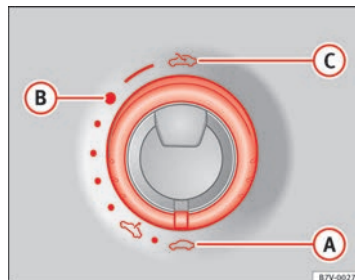

Fig. 62 En el revestimiento interior del techo: gire el conmutador para abrir y cerrar.
⇒ fig. 62
- El conmutador ⇒ fig. 62 ① debe estar en la posición de “cerrado” (A).